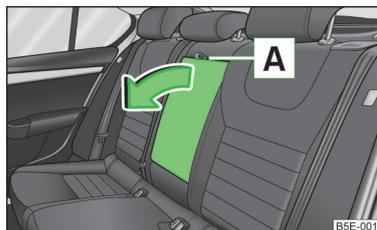

Abb. 53
- › An der Schlaufe **A** › Abb. 53 ziehen und die Armlehne in Pfeilrichtung vorklappen.